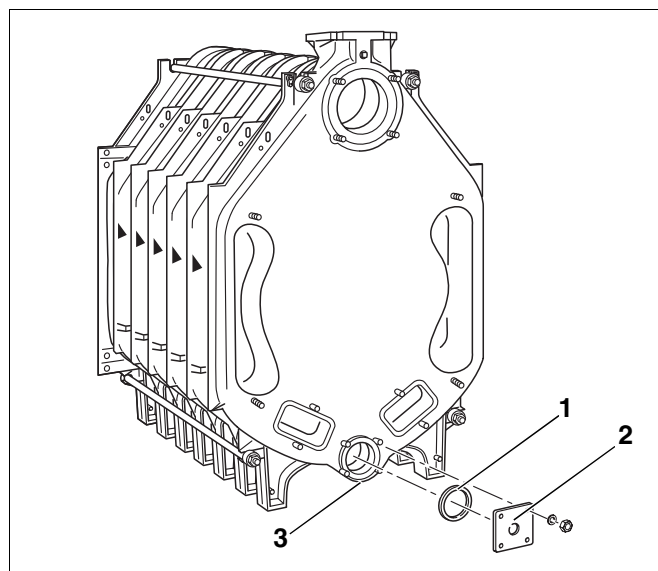

Abb. 26 Flansch montieren
- Untere Kesselnabe (Abb. 26, **Pos. 3**) von vorne und hinten verschließen. Dazu entsprechende Dichtung (Abb. 26, **Pos. 1**) auf die jeweilige Kesselnabe legen und Blindflansch der Kantenlänge 110 mm aufschrauben.
Der Flansch mit der Gewindebohrung (R 3/4) für den Füll- und Entleeranschluss (Abb. 26, **Pos. 2**) wird dabei auf der Kesselnabe montiert.